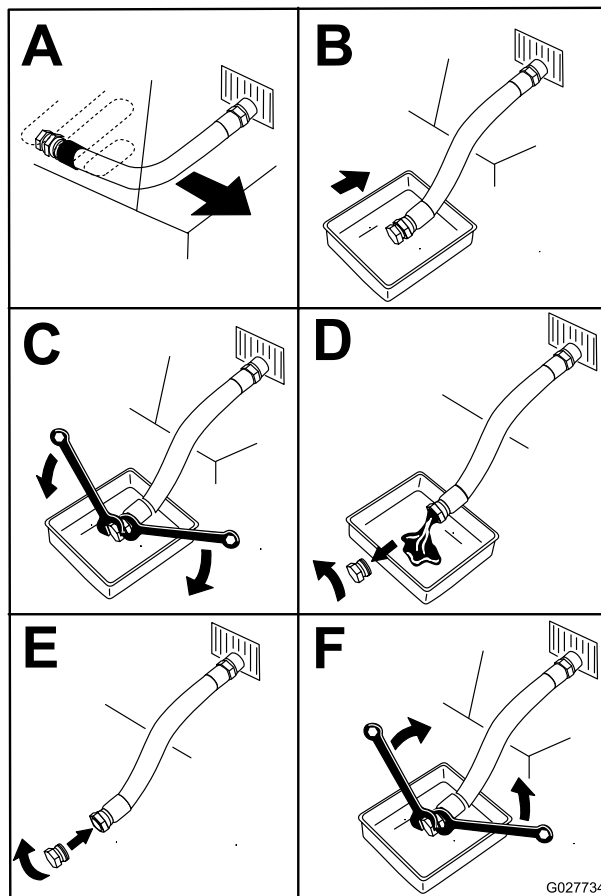

Figura 57
5. Drene el aceite del motor (Figura 57).